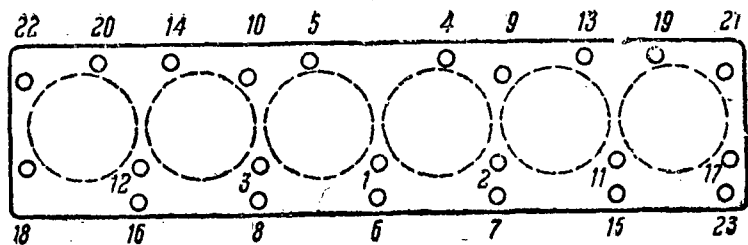

Рис. 8. Последовательность подтяжки болтов головки цилиндров (болты 18 и 22 — со стороны радиатора)
После первых 250 миль пробега проведи операции, выполняемые при ежедневном уходе, а также подтяни болты головки цилиндров (рис. 8) на прогретом двигателе. После подтяжки проверь зазоры клапанов.
4. На прогревом двигателе подтяни болты головки цилиндров в последовательности, указанной на рис. 8; подтяни гайки шпилек всасывающего и выхлопного коллекторов, проверь зазоры клапанов и, если нужно, отрегулируй их.